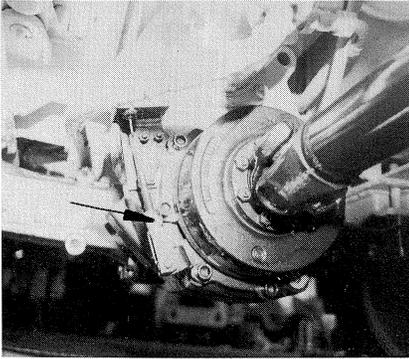

Bild 57
- Ist die Einstellung am Drehgriff wegen eines zu großen Einstellweges nicht möglich, muß zuvor eine Grobeinstellung am Gabelkopf des Vorsatzgetriebes durchgeführt werden (Bild 57/ Pfeil).